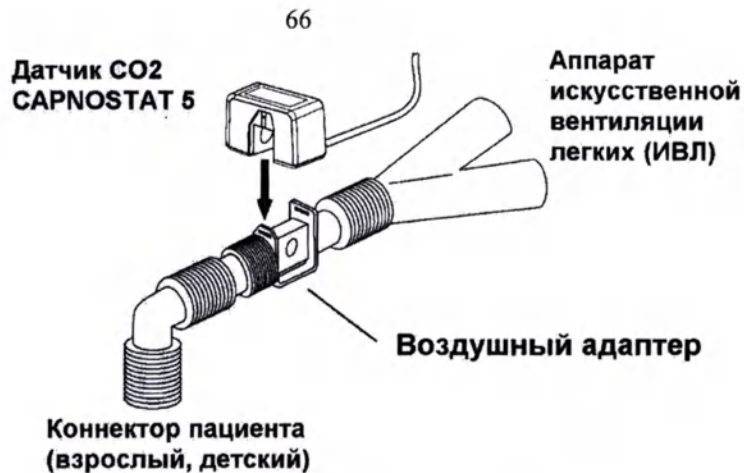

Рисунок 9.21
9.6.7.1 После обнуления присоедините адаптер с датчиком к ИВА (рисунок 9.21) или наденьте маску на пациента. Наблюдайте на экране монитора кривую капнограммы и индицируемые значения CO2 и частоты дыхания.